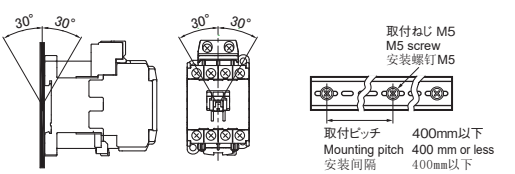

Fig.1 Fig.2
- (1) 湿気、じんあい、振動の少ない所に設置してください。
- (2) 垂直面に取付けてください。許容傾斜角度は30°以内です。(Fig.1)
- (1) Mount in a dry, clean and stable location.
- (2) Mounting on a vertical surface. The product must not incline more than 30°. (Fig.1)
- (1) 请安装在湿气、灰尘、振动少的地方。
- (2) 请安装在垂直面上。允许倾斜角度应控制在30°以内。(Fig.1)